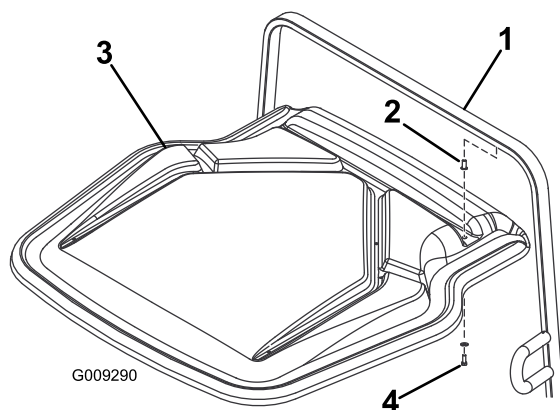

Figura 8
9. Si su máquina tiene un ROPS, monte las tuercas insertables en los taladros del ROPS (Figura 8).
- B. Si la máquina sí tiene un ROPS, sujete la capota al bastidor del ROPS insertando 2 pernos (3/8" x 1") con 2 arandelas (3/8") en las tuercas insertables instalados anteriormente (Figura 8).